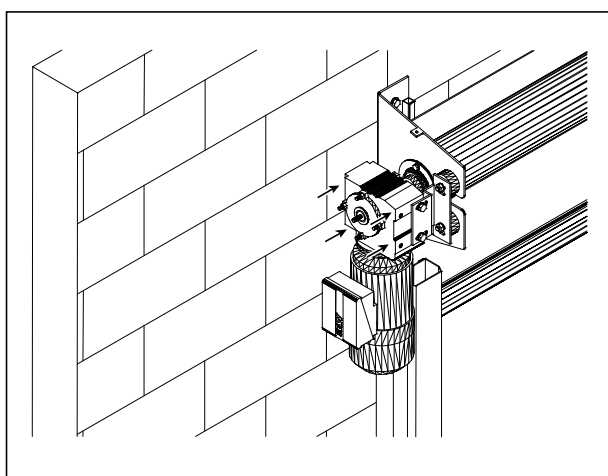

Figura 29
3. Encaixe o conjunto acionador sem o conjunto de Fim de Curso no eixo chavetado da porta. (Veja figura 29)